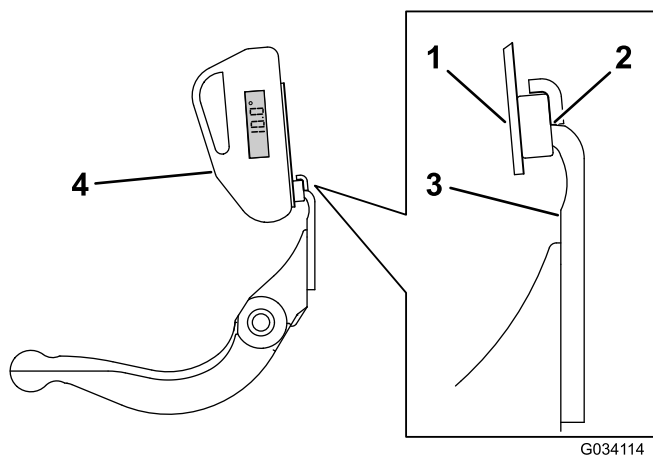

Figura 29
- 3. Coloque a montagem do indicador de ângulo na extremidade da lâmina de corte para que a extremidade do ímã fique alinhada com a extremidade da lâmina de corte (Figura 29).
4. Coloque o indicador de ângulo na montagem, como se mostra na Figura 29.